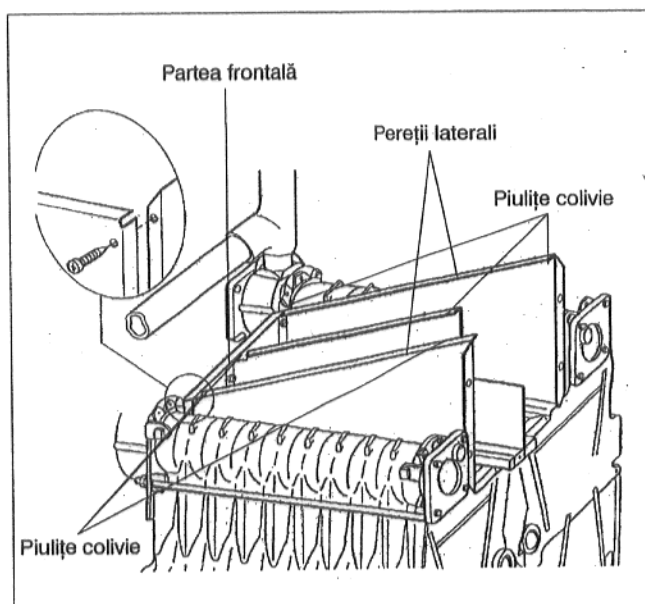

Fig. 17
- Se va introduce mai întâi un perete lateral apoi celălalt în canelura de ghidare prevăzută și se vor înșuruba la peretele frontal (Fig. 17).